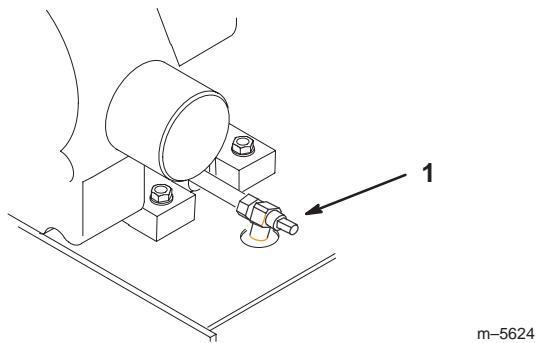

Figure 38
3. Placez un bac de vidange sous l'orifice de vidange. Ouvrez le robinet de vidange avec un tournevis à lame plate, une clé de 3/8 pouce ou de 10 mm (Fig. 38).
4. Tournez le robinet dans le sens horaire pour le fermer et dans le sens anti-horaire pour l'ouvrir (Fig. 38).